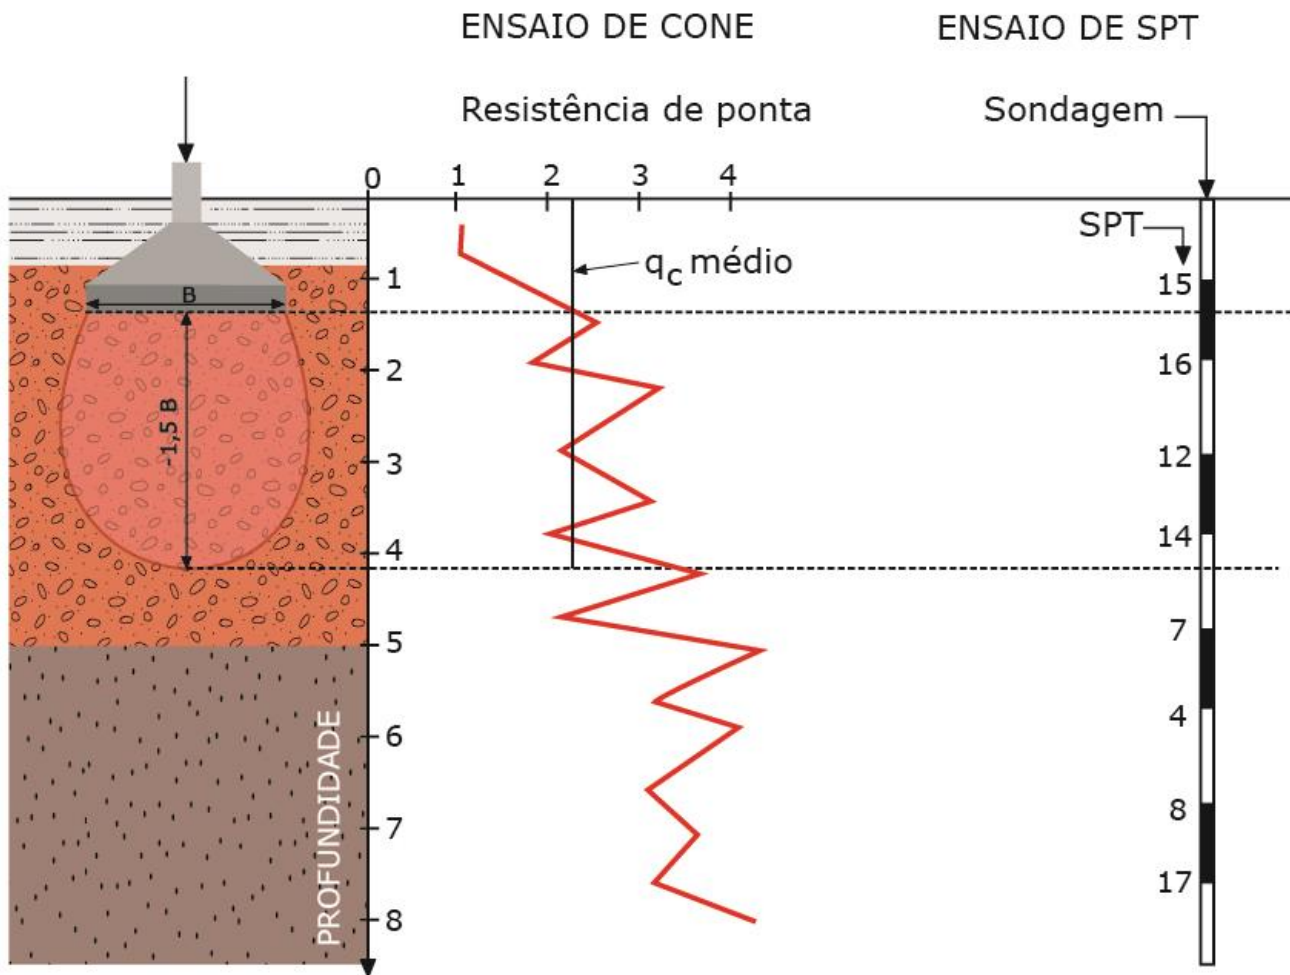

Figura 42: Dados de sondagem de um solo de uma fundação versus bulbo de pressão atuante
Perceba que o bulbo de tensões vai definir inclusive a região limite até onde vamos estudar a resistência do solo para fundações superficiais. Veja o exemplo da Figura 42. Como disse, considera-se o bulbo de tensões para acréscimos de até 10% de carga aplicada pela fundação. Assim, quando formos analisar a resistência/módulo de elasticidade do solo para uma **sapata** como na Figura 42, consideraremos as cargas até a **profundidade** que resulte no **bulbo de 10%**, o que para sapatas corresponde a 1,5 a 2 vezes a sua largura (B), ou seja, **1,5 a 2 vezes B** .